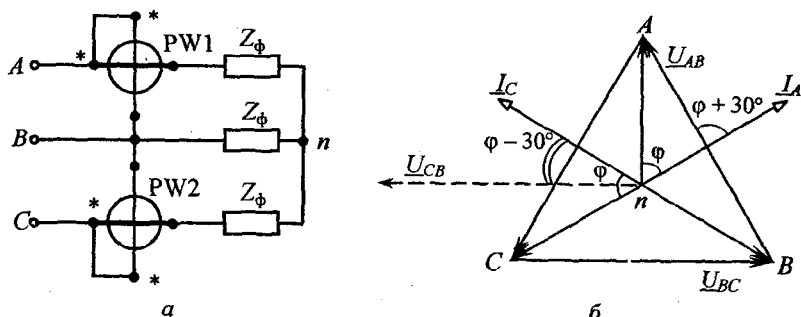

Рис. 4.9
**Задача 4.13.** Активная мощность трехфазной симметричной цепи ( $U_{\text{л}} = 380 \text{ В}$ ,  $Z_{\text{ф}} = 100 \text{ Ом}$ ) измеряется методом двух ваттметров (рис. 4.9, а).
Решение. Согласно векторной диаграмме (рис. 4.9, б) показание первого ваттметра